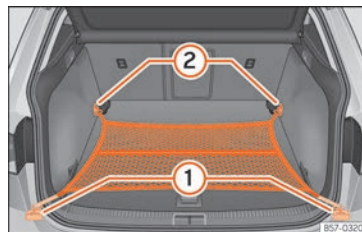

Abb. 178 Im Gepäckraum: flach eingehängtes Gepäckraumnetz.
- Heben Sie ggf. die vorderen Verzurrösen »» **Abb. 178** ② an.
- Hängen Sie die Haken in die Verzurrösen ② ein »» ⚠. Der Reißverschluss des Gepäckraumnetzes muss dabei nach oben zeigen.
- Hängen Sie die Haken in die Verzurrösen ① ein.